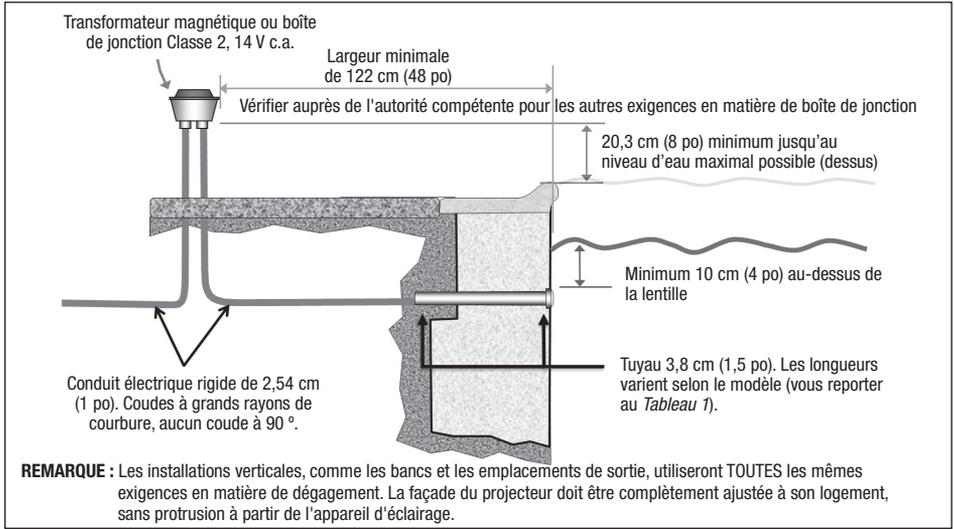

Figure 1. Installation du luminaire à DEL Jandy avec raccord en plastique standard de 3,8 cm (1,5 po)
REMARQUE : L'électricien doit compléter les étapes préparatoires avant d'installer le luminaire. Reportez-vous à la *Figure 1*.
1. La boîte de jonction ou le contrôleur de luminaire à DEL Infinite WaterColors, doit être indiquée pour une connexion directe par conduit aux luminaires et située au moins à huit (8) pouces au-dessus du niveau de l'eau, au moins à quatre (4) pouces au-dessus du niveau du sol et au moins à 48 pouces (4 pieds) du bord de la piscine, ou tel que requis par le code local. Reportez-vous à la *Figure 1*.
3. Une applique murale ou une buse de refoulement standard de 3,8 cm (1,5 po) en plastique (non fournie) doit être installée de façon à ce que le bord supérieur du luminaire subaquatique soit au moins à 10,2 cm (4 po) sous la surface de l'eau de la piscine. Reportez-vous à la Figure 1.